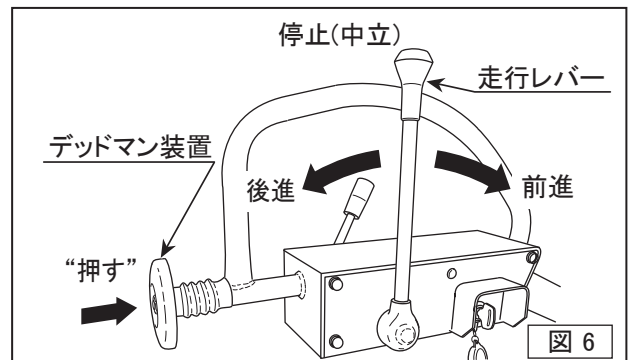

図 6
- 走行レバーは3つの機能(前進、中立、後進)をもっています。走行レバーを「後進」にして、デッドマン装置を押した時に走行レバーが「中立」の位置に戻る事を確認してください。(図6)